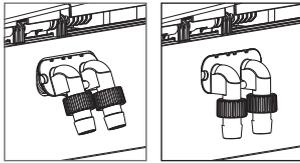

図38：アクセサリキットの取り付け
4. アクセサリブラケットを図38に示す通り、フレームにある窓に差し込みます。ポンプの電源コードがブラケットにある隙間を通るようにします。